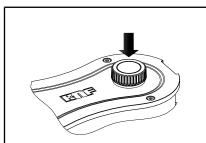

Fig.5: Attivazione/disattivazione della pompa
- Attivare la pompa premendo il pulsante/manopola (vedere Fig. 2/3, vedere Fig. 5).
- Disattivare la pompa utilizzando il pulsante/manopola (vedere Fig. 5).